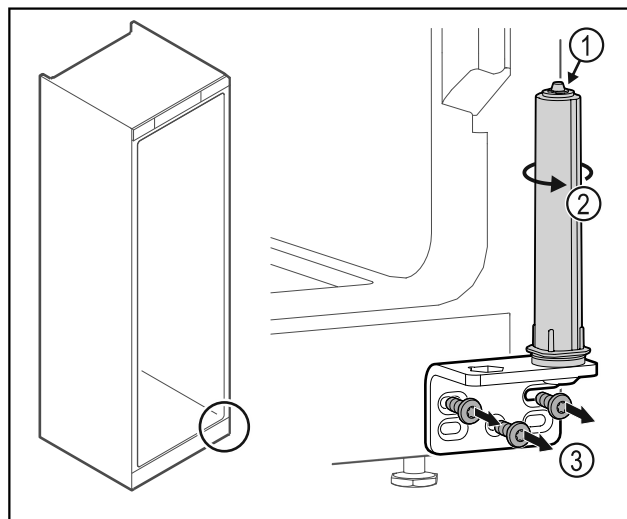

Fig. 32
- ▶ Не разглобявайте затварящата система на вратата Fig. 32 (1).
- ▶ Въртете затварящата система Fig. 32 (2), докато тя щракне.
- ▶ Развинтете ъгла на пантата Fig. 32 (3).